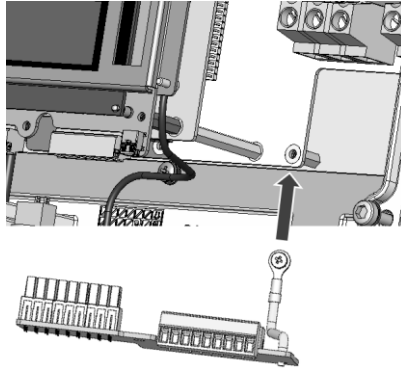

Abbildung 4: Ringkabelschuh mit Erdungsschraube befestigen
- Entfernen Sie die Erdungsschraube des Wechselrichters, wie unten in Abbildung 4 gezeigt. Setzen Sie den Ringkabelschuh des RS485-Überspannungsschutzes ein, setzen Sie die Schraube wieder ein, und ziehen Sie sie fest.